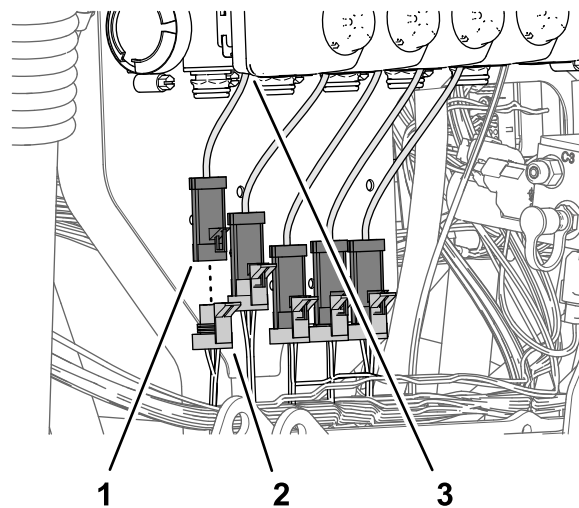

Figura 115
2. Ligue o conector de três tomadas (Figura 115) da secção com 89 cm da cablagem do kit rotulado VÁLVULA DO BICO 1 (nozzle valve 1) no
3. Ligue o conector de três tomadas (Figura 115) da secção com 89 cm da cablagem do kit rotulado VÁLVULA DO BICO 2 (nozzle valve 2) no conector de três pinos do atuador da válvula (posição 2).
4. Ligue os restantes conectores de três tomadas da secção com 89 cm da cablagem do kit no conector de três pinos dos atuadores da válvula (Figura 115).